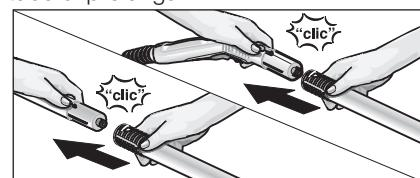

Fig. 3: Inserimento dei tubi di prolunga
- Se necessario utilizzare i tubi rigidi di prolunga (G1). Montare a tal fine sulla pistola vaporizzatrice (C1) uno o entrambi i tubi di prolunga (G1) (si veda fig.3). Inserire poi l'accessorio desiderato (D1,E1,F1,H1) sull'estremità libera del tubo di prolunga.